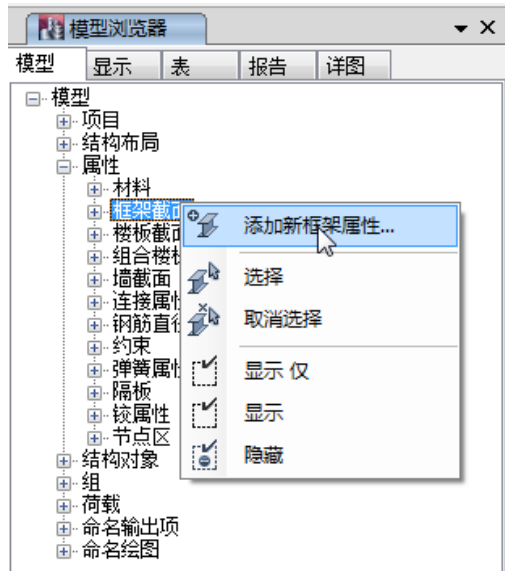

图 3-7 弹出菜单
- 3) 在该菜单中，选择**添加新框架属性**命令（图 3-7 所示）**面类型**对话框。